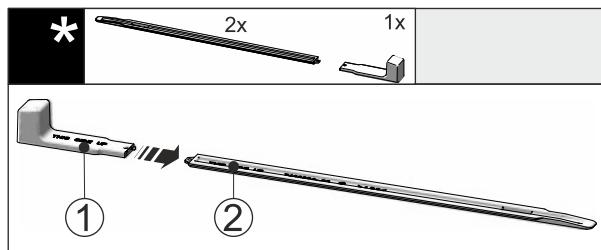

Fig. 50
- ▶ Τοποθετήστε τη λαβή τοποθέτησης Fig. 50 (1) στη ράγα ευθυγράμμισης Fig. 50 (2).